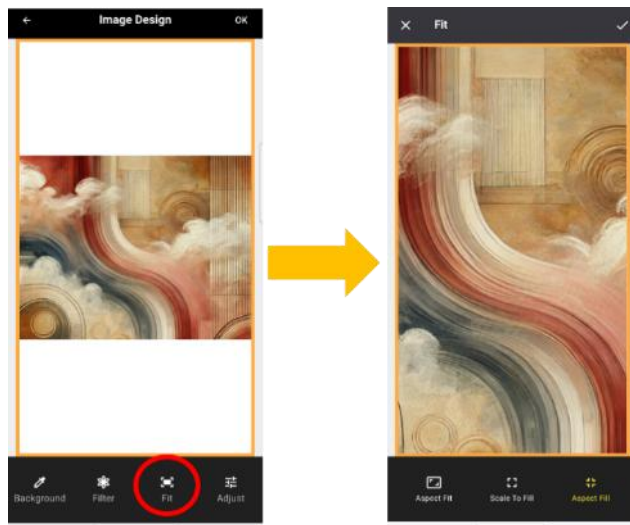

Figure 13-3: Fit: Aspect Fill
3. **Aspect Fill:** 콘텐츠의 종횡비를 유지하면서 화면을 가득 채우도록 크기를 조정합니다. 시스템은 가로와 세로의 스케일 비율을 비교하여 더 큰 값을 최종 비율로 적용합니다. 이 방식은 비율을 유지한 채 화면을 채우지만, 일부 영역이 공백으로 남을 수 있습니다. (Figure 13-3)